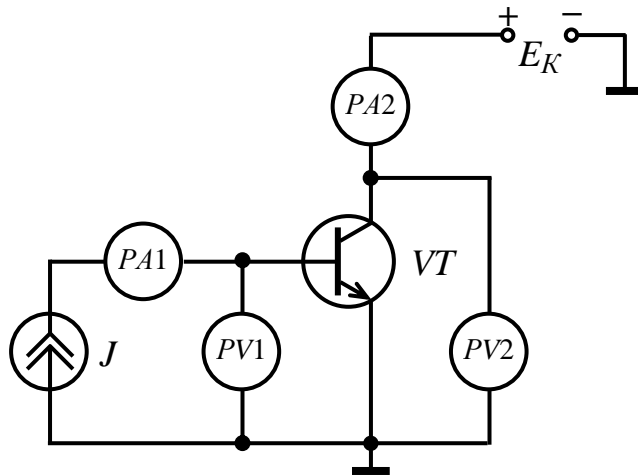

Рисунок 1 – Принципова електрична схема для дослідження ВАХ біполярного транзистора
- 1.2. Скласти принципову електричну схему для дослідження ВАХ біполярного транзистора (рис. 1), підготувати таблиці для запису результатів експериментальних досліджень.